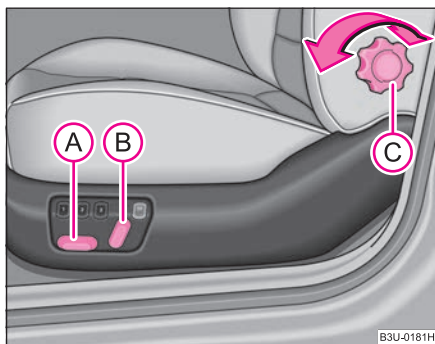

Fig. 55 Imagine din lateral: Elemente de comandă pentru reglarea scaunului
- Apăsați comutatorul (A) sau (B) ⇒ pagina 74, fig. 55 în sensul în care doriți să faceți reglajul.
- Rotiți roțița (C), până când se atinge o arcuire optimă a spătarului în zona lombară a spatelui.